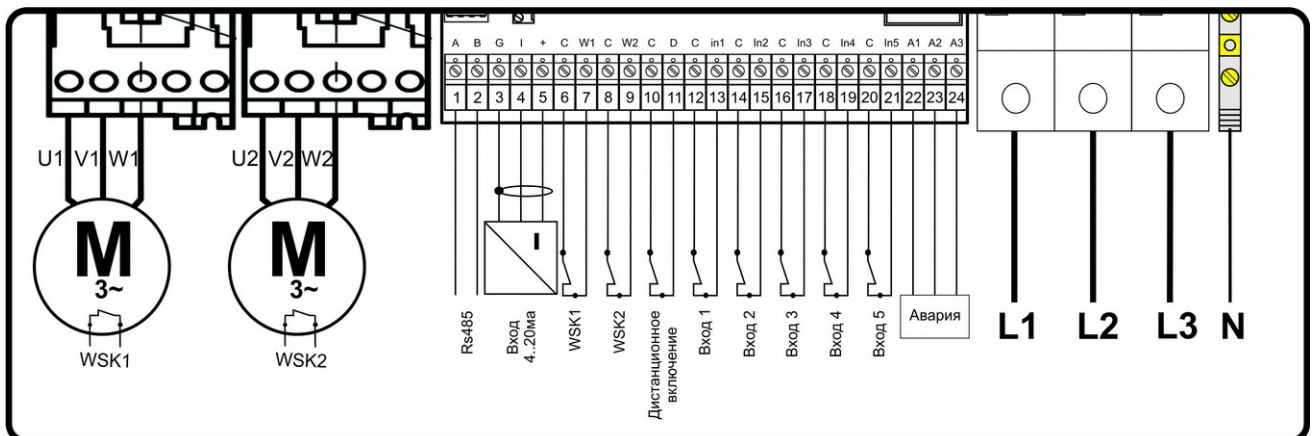

Рис.22. Подключение 3 фазной сети и сигнальных проводов к пульту управления.
Клеммы трехфазных двигателей подключить к соответствующим клеммам **U1, V1, W1**, для насоса 1 и **U2, V2, W2**, для насоса 2 (Рис. 22).
– контакты защиты двигателей WSK и PTC подключить к соответствующим клеммам клеммной колодки прибора (Рис. 22, Рис. 23). Для насосов, не имеющих защиты двигателей WSK и PTC, необходимо установить перемычки на клеммы **6–7** и **8–9** или перепрограммировать входа WSK на нормально замкнутые, параметр **[C01]**, **[C02]**.